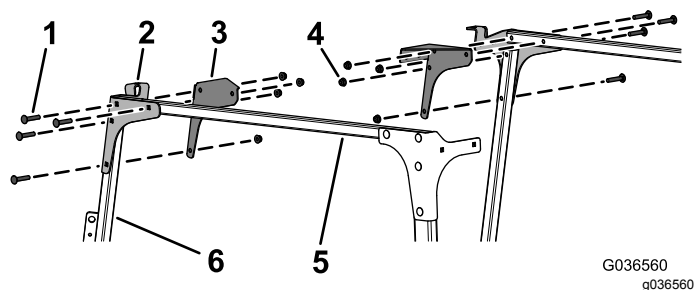

Bild 9
8. Befestigen Sie die linke und rechte Platte vorne und die Eckenverstärkungen lose mit acht Schlossschrauben (5/16" x 1 3/4") und acht Bundmutter (5/16") an den Querverbindungsrohren und den linken und rechten Windschutzscheibenstützen, wie in Bild 9 abgebildet.